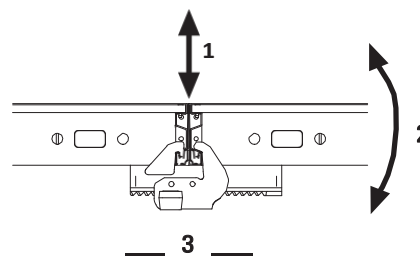

Fig. A4.03.1
3. Елементите са здраво свързани. (Fig. A4.03.1)